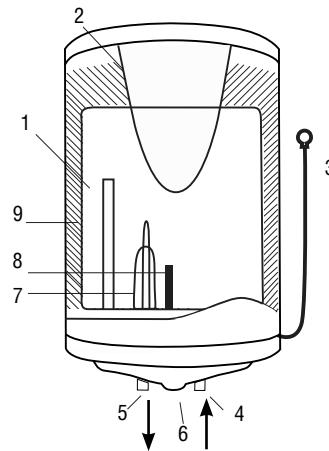

Рис. 4
3. Поверните ручку терmostата (7) (см. рис. 4) по часовой стрелке и установите желаемую температуру нагрева воды. Температуру нагрева воды можно установить в диапазоне от +35°C (±5°C) до +75°C (±5°C) (крайнее правое положение ручки терmostата).